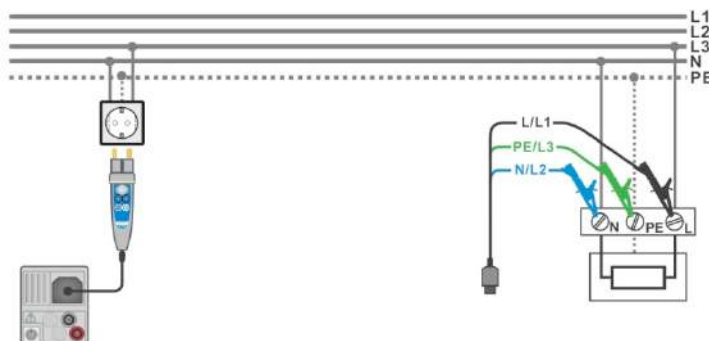

Рисунок 7.75: Подключение щупа «commander» и 3-проводного измерительного кабеля.
- › Подключите измерительный кабель или разъем «Commander» к испытываемому объекту, см. **Рисунок 7.75: Подключение щупа «commander» и 3-проводного измерительного кабеля.**